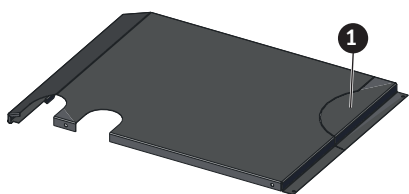

Fig. 112 Coperchio del rivestimento serbatoio dietro – staccare la prepunzonatura se il raccordo gas combusti è rivolto verso l'alto
- Se il raccordo dei gas combusti è rivolto verso l'alto, staccare la prepunzonatura – Fig. 112. Se il raccordo gas combusti è rivolto verso il retro, non staccare la prepunzonatura.